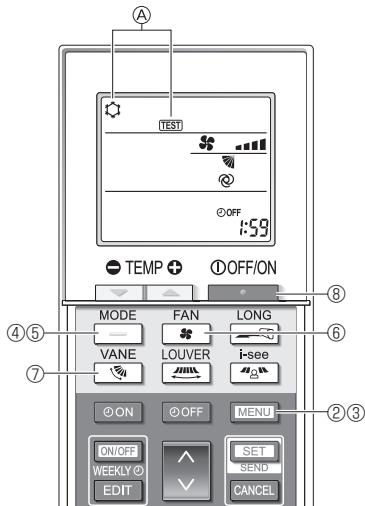

Fig. 7-9
- ③ Нажмите кнопку **[MENU]**.
Отображаются ④ **[TEST]** (ТЕСТ) и текущий режим работы. (Fig. 7-9)
- ④ Нажмите кнопку **[—]**, чтобы активировать режим охлаждения, затем проверьте, выдувается ли из блока прохладный воздух.
- ⑤ Нажмите кнопку **[—]**, чтобы активировать режим нагрева, затем проверьте, выдувается ли из блока теплый воздух.
- ⑥ Нажмите кнопку **[VENT]**, и проверьте, изменилась ли скорость вентилятора.
- ⑦ Нажмите кнопку **[WIFI]** и проверьте правильность работы дефлектора в автоматическом режиме.
- ⑧ Для остановки тестового прогона нажмите кнопку **[•]**.